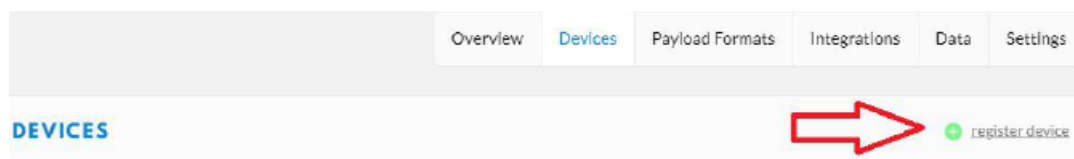

Figura 7: Registrando um dispositivo
- ▶ Na aba de dispositivos, clique em “register devices”, conforme destacado na Figura 7;